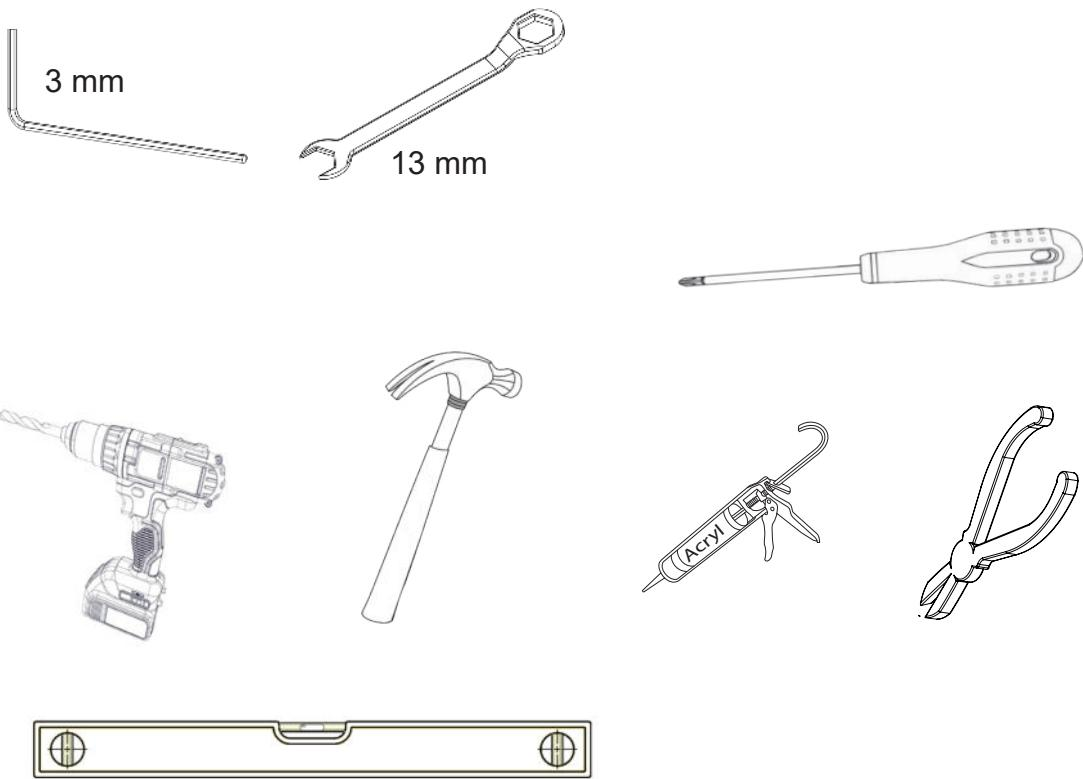

FIG 1 - Monaco High / Q-34 UL =mm
### **Figurzeichnungen (FIG 1/ 1b Monaco =mm)**
**Illustration (FIG 1, 1b - Monaco High Base =mm)**